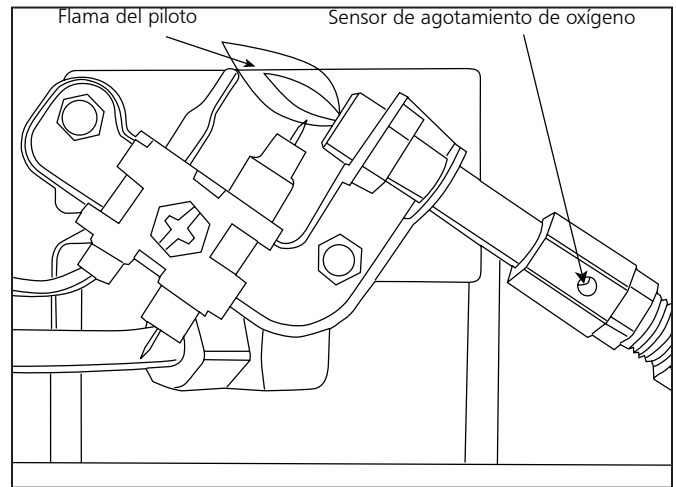

Figura 3
termocupla. La llama rodeará la termocupla justo debajo de la punta, ver Figura 3. Una llama levemente amarilla puede ocurrir cuando la llama del piloto y la llama del quemador principal se encuentran. El o los quemadores deberían ser anaranjados brillantes (con un leve color azul alrededor del borde de una bruma roja-anaranjada visible en el azulejo de cerámica es aceptable) y sin una llama muy notable. Una llama azul sobresale de la parte superior del azulejo de cerámica indica la acumulación de polvo, pelusas o telarañas dentro del ensamble de la carcasa y del quemador principal. Si el piloto es amarillo o el quemador tiene una llama notable, es posible que sea necesaria una limpieza. Utilice los siguientes procedimientos para inspeccionar el ensamble de la carcasa y del quemador principal. Es necesario revisar periódicamente el orificio del o los quemadores y el tubo venturi del quemador para asegurarse de que están libres de insectos, nidos o telarañas que pueden acumularse con el tiempo. Un tubo obstruido puede generar un incendio.
- 4 Retire los cuatro (4) tornillos que fijan la cubierta posterior del calentador. Levante levemente para retirar los (2) ganchos plásticos en la parte superior de la cubierta posterior.
- 6 Retire los tres (3) tornillos que fijan la parte inferior de la campana extractora para dejar expuestas las aberturas de aire de los quemadores.
- 9 Inspeccione y limpie el piloto (montado en el soporte) con una aspiradora o con aire a presión a través de los orificios en el piloto, los cuales se indican con flechas en la Figura 3.
- Reinstale la parte inferior de la campana extractora con los (3) tornillos.
- Deslice la cubierta posterior sobre los (2) ganchos plásticos en la parte superior del calentador. Asegúrese de alinear la cubierta trasera con las cubiertas plásticas laterales. Instale los (4) tornillos para mantenerla en su lugar.